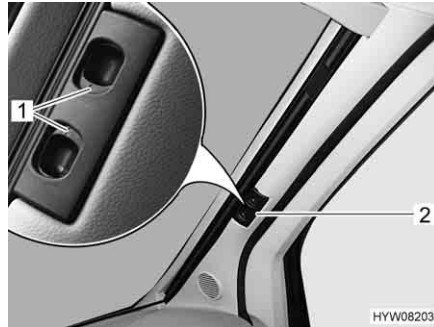

Fig. 15 Tendina oscurante pieghevole per il parabrezza
- Premere le maniglie di sbloccaggio (Fig. 15,1) e mantenerle premute.
- Tirare la tendina oscurante pieghevole del parabrezza per la maniglia (Fig. 15,2) verso il centro della finestra.
- Spingere verso l'esterno le due metà della tendina oscurante pieghevole del parabrezza per la maniglia (Fig. 15,2) fino all'arresto.
- Rilasciare le maniglie di sbloccaggio (Fig. 15,1) e mantenerle innestate.